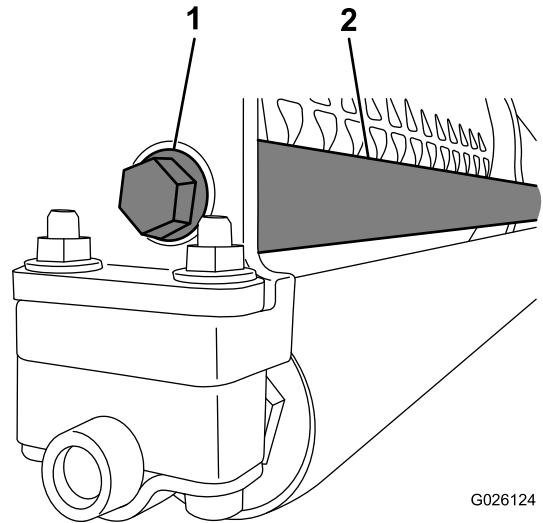

图15
- 使用凸缘头螺栓将配重杆的螺纹端固定到机架上 (图15)。